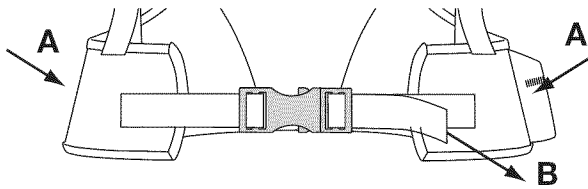
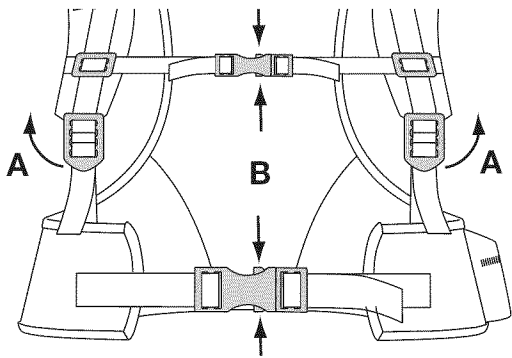

Fig. 19
Fig. 20
NOTA: Asegúrese de que los soportes de la cintura soporten el peso de la unidad sobre las caderas (Fig. 19, A).
- Si el peso no cae sobre las caderas, afloje los soportes de los hombros (Fig. 20, A) y tire de la manija de los soportes de la cintura (Fig. 19, B) para apretarlas. Ajústelas hasta que el peso de la unidad descansa sobre las caderas.
- Para desconectar los soportes de los hombros, tire hacia arriba de la lengüeta inferior de las hebillas de los soportes de los hombros (Fig. 20, A).
- Apriete la parte superior e inferior de las presillas de los soportes de la cintura para zafar los soportes de la cintura y los hombros (Fig. 20, B).